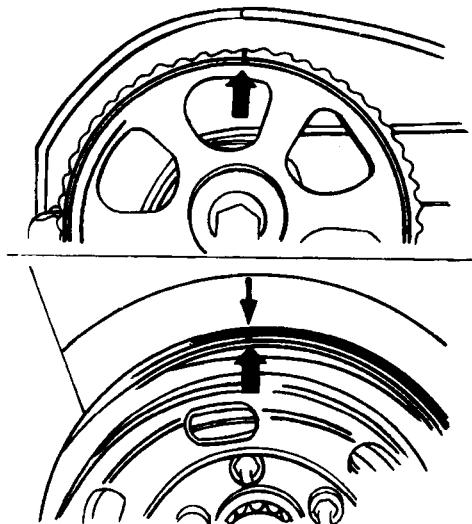
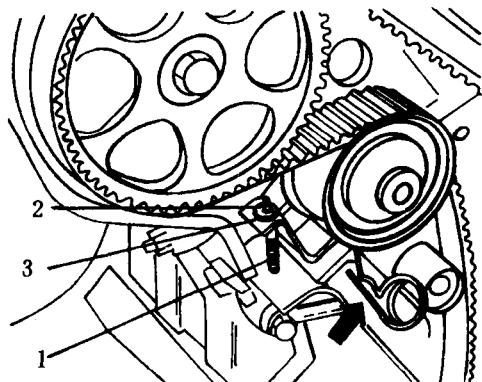
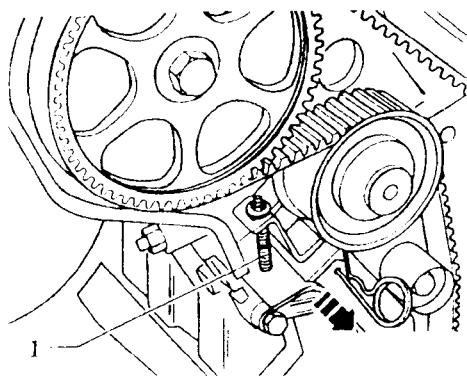

图 1-14
图 1-15
图 1-16
①拆下空气滤清器。
②拆下多楔皮带和张紧装置。
③拆下齿形皮带上护罩。转动曲轴上齿形皮带轮中央螺栓，将曲轴按发动机旋转方向转到一缸上死点位置（图 1-14）
④拆下皮带轮及齿形皮带中、下护罩，标明齿形皮带的旋转方向。
⑤把螺纹杆 M5×55（图 1-15 中 1）牢固拧到张紧装置上，将带大垫圈（图 1-15 中 3）的六角螺母（图 1-15 中 2）拧到螺纹杆上。
①将凸轮轴皮带轮上的标记与气缸盖上的标记对准（图 1-14）。
②将齿形皮带装到曲轴齿形皮带轮上（注意旋转方向）。
③安装齿形皮带上护罩、拧紧力矩：10N·m。
④安装皮带轮（注意定位）。
⑤将皮带轮上的标记与齿形皮带上护罩上的标记对准。
⑥装上齿形皮带。
⑦按箭头所示拔出安全销，并松开齿形皮带张紧装置的高压活塞，拧下螺纹杆（图 1-16 中 1）。
⑧按发动机旋转方向将曲轴转两周，再让其处于上止点，并检查点火正时。